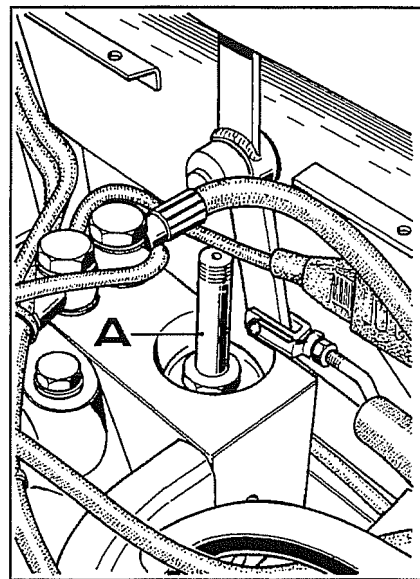

Fig. 13
2. Svitare e togliere il solenoide **A** (fig.13) dal corpo elettrovalvola.